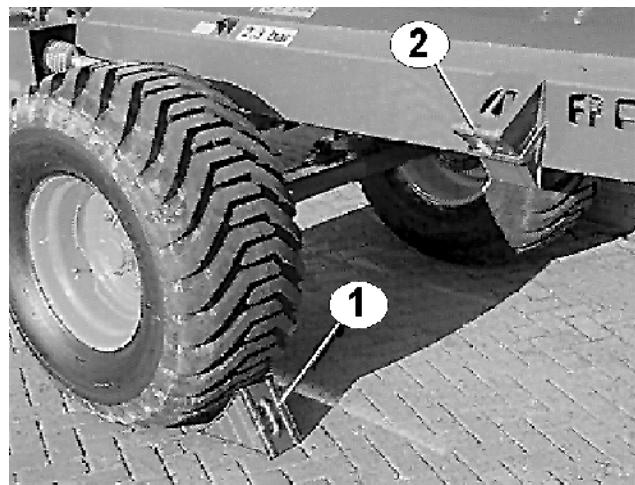

Рис. 21
- Перед отсоединением **ZG-B** необходимо зафиксировать при помощи двух противооткатных упоров для колес (Рис. 21/1) от непредвиденного откатывания. Для транспортировки противооткатные упоры (Рис. 21/2) крепятся на раме и фиксируются пружинами.